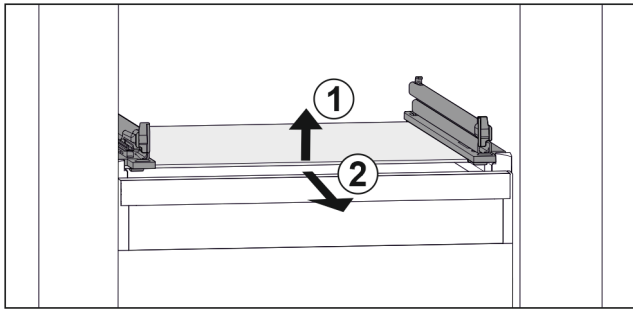

Fig. 46 Eksempel på fremstilling av glassplaten
- ▶ Løft opp glassplaten foran. Fig. 46 (1)
- ▶ Ta ut glassplaten fremover. Fig. 46 (2)